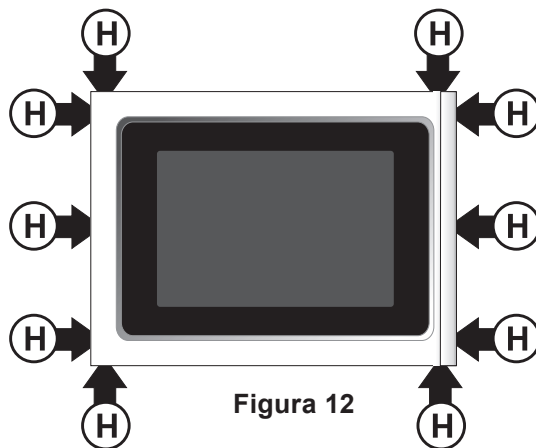

Figura 12
- 4.3.1. Quite los tres (3) tornillos, a cada lado, que sujetan el montaje exterior de la puerta (panel de puerta y agarradera). Quite también los cuatro (4) tornillos situados en la parte superior (2) y debajo del montaje exterior de la puerta (2) (ver **H**, Figura 12 (10 tornillos en total)).